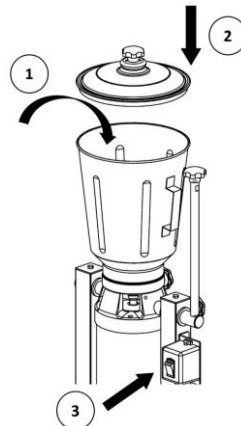

Fig 3. OPERACIÓN DE EQUIPO
- Vierta en el vaso el producto a licuar y coloque la tapa (1) sobre el vaso (2). Apriete la perilla de la palanca de volteo (11) y la perilla de la base (14) del vaso para evitar accidentes con el vaso durante la operación (Fig. 3).